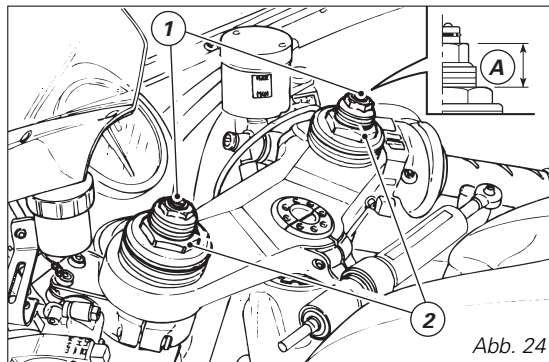

Abb. 24
- 1) (Abb. 24) zur Änderung der hydraulischen Dämpfung in der Zugstufe;
- 2) (Abb. 24) zur Änderung der Vorspannung der innen liegenden Federn;
Der Vorspannungswert (A, Abb. 24) kann zwischen 25 und 10 mm variieren.